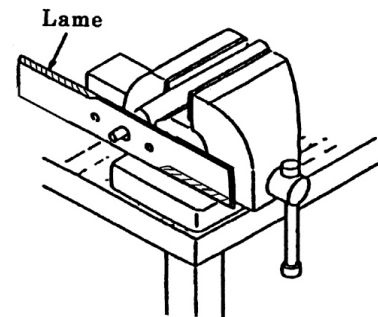

Figure 15
- Vérifiez ensuite l'équilibrage de la lame comme suit (Figure 15) :